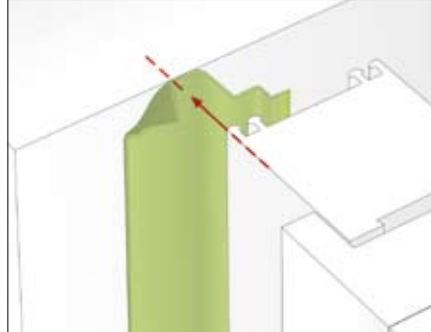

Fig. 8: kleef het membraan aan de buitenkant van het kozijn
- Kleef het membraan op het kozijnge-deelte (fig. 8).